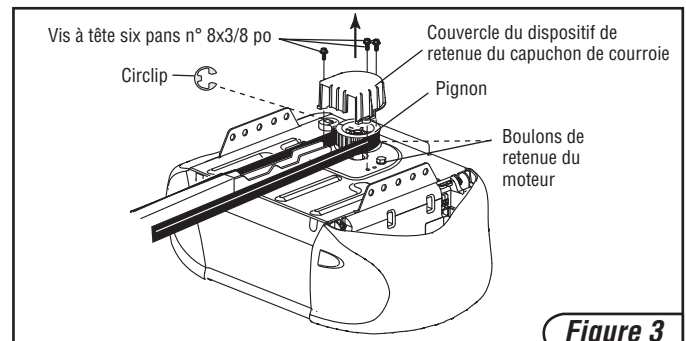

Figure 3
7. Enlever le dispositif de retenue du capuchon de la courroie en haut de l'ouvre-porte de garage, après avoir enlevé les trois vis le maintenant en place (Figure 3). Enlever la courroie du pignon. Mettre le chariot au centre du rail.
8. Utiliser un tournevis pour enlever le circlip de l'arbre du moteur. Déposer ensuite le pignon de l'arbre du moteur (Figure 3).
10. Enlever le moteur après avoir desserré les trois vis et rondelles en haut de l'ouvre-porte de garage (Figure 3).